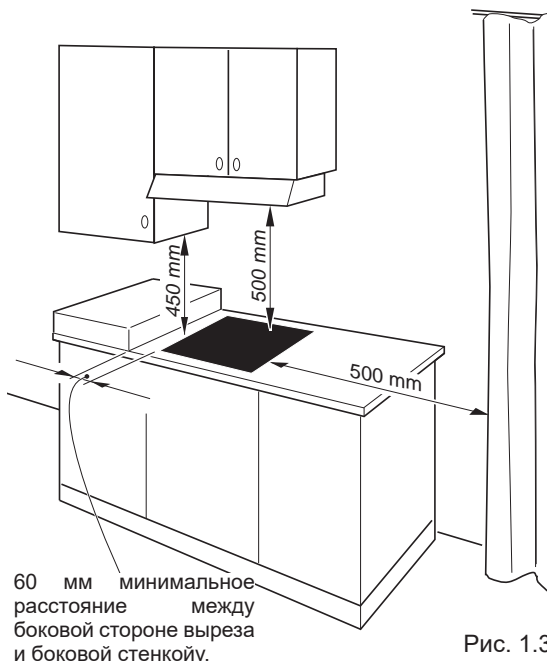

Рис. 1.3
- Также должно быть расстояние не менее 500 мм между варочная поверхность и любым шкафом или вытяжкой расположенной непосредственно выше (см. рис. 1.3).